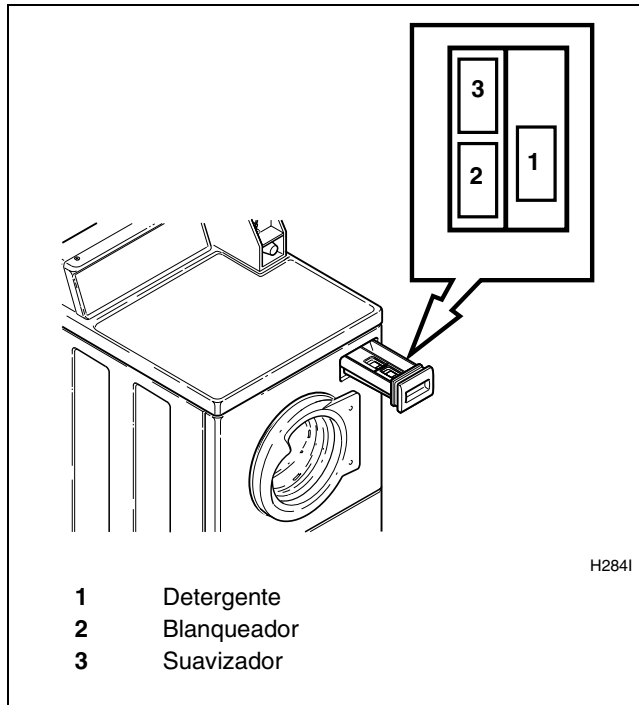

Figura 32
Abra la gaveta del surtidor. Mida y agregue detergente de baja espuma (1) blanqueador (2) y suavizador de tela (3) a la gaveta del surtidor (consulte la *Figura 32*). Cierre la gaveta del surtidor.